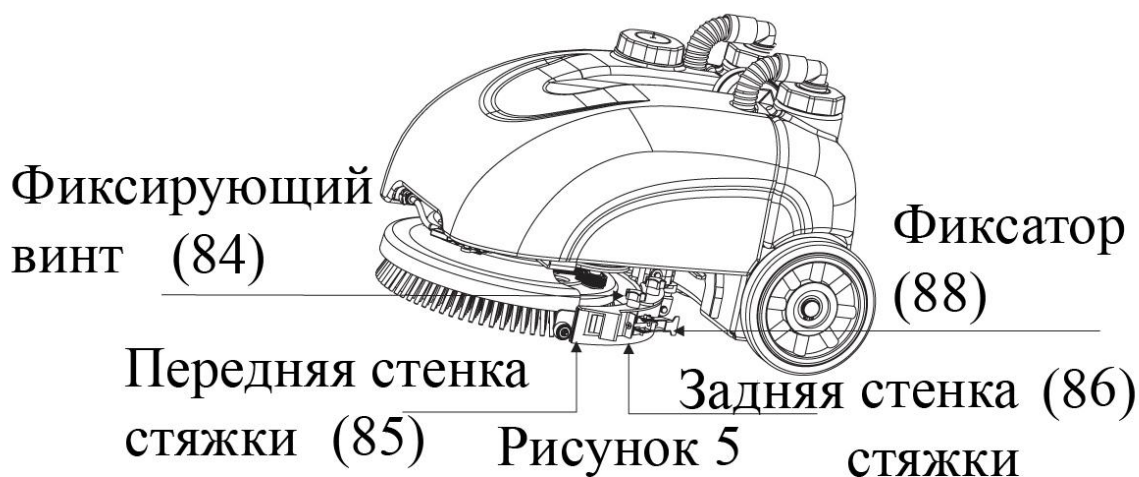

Рисунок 5
По мере изнашивания (примерно после 200 часов работы), резиновые лезвия стяжки подлежат замене. Открутить два фиксирующих винта (84) на правой и левой стороне стяжки, повернув их влево. Вытянуть фиксатор (88) наружу, чтобы снять переднюю (85) и заднюю (86) стенки стяжки. Снять резиновое лезвие и перевернуть его изношенной стороной вверх, после чего его можно использовать повторно, закрепить резиновое лезвие. При изношенных обеих сторонах резинового лезвия, заменить его на новое. Смотрите рисунок 5.